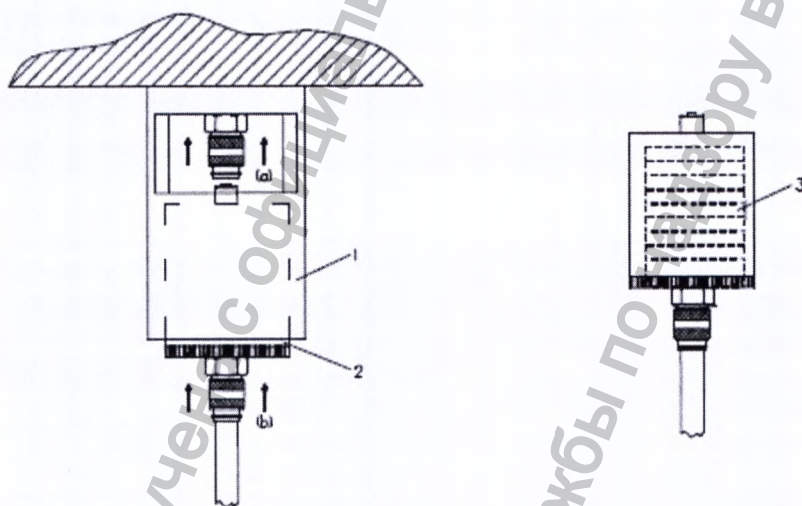

Рис. 11
Закройте подачу воды в систему и нажимайте на рукоятку воды до тех пор, пока давление воды не снизится и вода не остановится. Ослабьте защелкивающуюся систему (Рис. 11(a)) между аппаратом и корпусом фильтра. Корпус фильтра (Рис. 11 (2)) можно извлечь из кожуха. Откройте корпус фильтра и слейте из кожуха оставшуюся воду. Извлеките патрон фильтра из кожуха. Поместите все детали в паровой стерилизатор.
Патрон фильтра (Рис. 11 (3)) (арт. № 69884) из устройства для промывания теплой водой следует заменять каждые 6 месяцев. С подробной информацией можно ознакомиться в РУКОВОДСТВЕ ПО ОБСЛУЖИВАНИЮ.